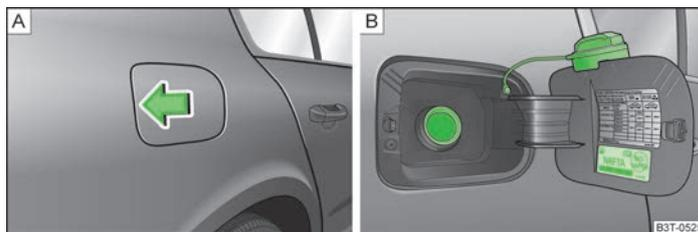

Fig. 129 Parte trasera del vehículo, lado derecho: Abrir la tapa del depósito/tapa del depósito con el tapón enroscado
En un adhesivo pegado en el lado interior de la tapa del depósito se indican el tipo adecuado de combustible para su vehículo, así como el tamaño de neumático y la presión de inflado del mismo » fig. 129 de la página 159 - B.
- Presionar en el centro de la zona izquierda de la tapa del depósito » fig. 129 - A.
- Desenroscar hacia la izquierda el tapón de cierre del depósito y colocarlo desde arriba en la tapa del depósito » fig. 129 - B.